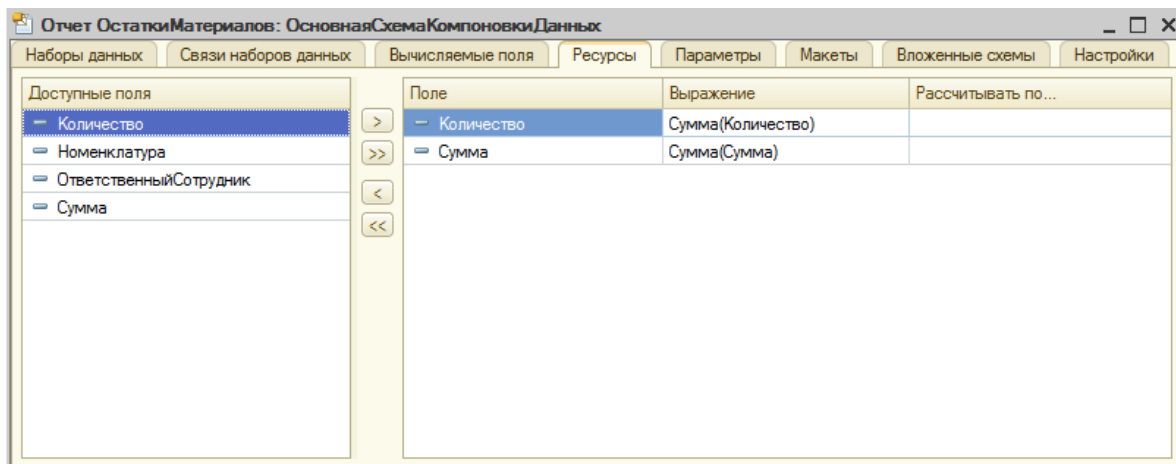

Рисунок 13.4 - Настройка состава ресурсов отчета
6. Переместимся в окне редактора СКД на вкладку **Ресурсы**, из списка **Доступные поля** перенесем в список, находящийся в правой части окна, поля, по которым можно вычислять итоги. В нашем случае это поля **КоличествоОстаток** и **СуммаОстаток**. По умолчанию этим полям в поле **Выражение** будет назначена агрегатная функция **Сумма**, нас устроит такое положение дел, рисунок 13.4.